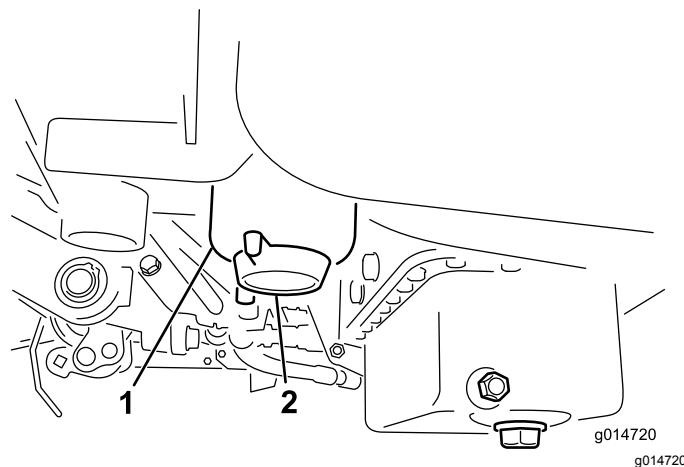

Figura 49
2. Pulite la superficie circostante la scatola del filtro (Figura 49).
4. Aprite il tappo di spurgo del filtro (Figura 49).